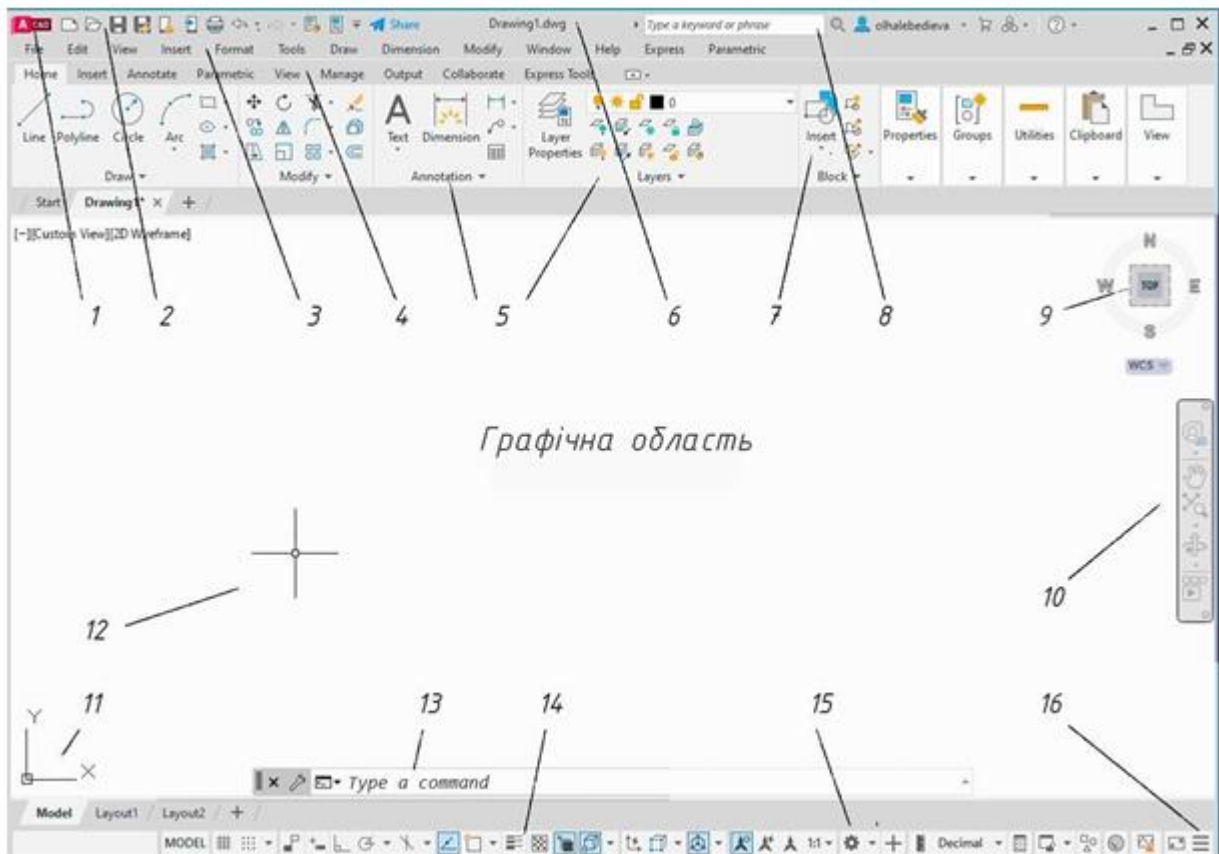

Рисунок 1.2.Елементи вікна програми AutoCAD
3. Ознайомтеся з вікном графічного редактора. У звіті підпишіть всі елементи віна від 1 до 16 (рис.1.2.).